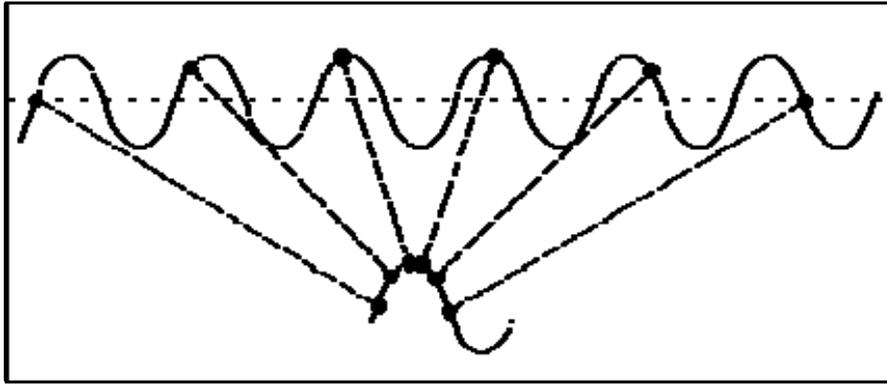

Figura 2 - Amostragem de Tempo Equivalente: Pontos de dados são adquiridos de diversos ciclos para se construir uma imagem na tela.
A *Amostragem de Tempo Equivalente (TE)* foi, por muitos anos, a única arquitetura de amostragem disponível (Figura 2). A TE usa taxas de amostragem relativamente baixas (uma fração da freqüência de entrada) para coletar amostras através de diversos ciclos do sinal de entrada. Inerentemente, a taxa de atualização é também vagarosa, pois leva-se muitos ciclos para se construir um registro para ser mostrado na tela. Se o sinal de entrada for perfeitamente repetitivo, o osciloscópio TE produzirá uma imagem precisa da forma ondular. Se a forma ondular mudar durante o ciclo de amostragem, o osciloscópio irá criar pontos de dados falsos ("criação de segundo designativo para o mesmo ponto"), fazendo com que a imagem perca o significado. Esta característica impede a amostragem de tempo equivalente de captar eventos momentâneos de ocorrência única.